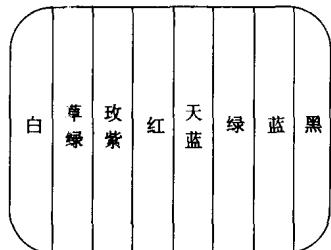

图 2-1-1 红色、绿色相互易位
彩色的观察，是在光栅和黑白图像的基础上观察鉴别色彩的正常与否，通常有下列几种：①无彩色。若天线工作正常，则其故障部位是出在彩色解码电路中。②彩色忽有忽无。此故障原因是振荡回路中的元件性能不稳，或其故障部位是 AFT 电路、ACC 电路、双稳态触发电路和色同步选通电路。③爬行(彩色横干扰)现象。其故障部位主要是在延时解调器电路(梳状滤波器)。④彩色太浓或太淡。彩色太浓或太淡，实际上是两种状态，当彩色太浓时，一般系彩色失真，常见故障原因是 ACC 失控；当彩色太淡时，通常是彩色信号被衰减的缘故。⑤彩色镶边(彩色与图像信号不同步)。此故障的部位是在亮度延时电路。⑥彩色反常，出现绿脸红头现象。这是红色、绿色相互易位故障，如图 2-1-1 所示。产生故障部位是 PAL 开关电路不能正常工作，使该倒相的 PAL 行没倒相，而不该倒相的 NTSC 行却进行倒相。造成 PAL 开关电路工作失常有两个原因：一是 PAL 识别信号相位不对；二是触发双稳态电路的行逆程脉冲的幅度不合适。⑦人的皮肤变为深绿，红色变为淡黄色，蓝色变为紫色。发生此故障的原因一为彩管栅网、阴罩和防爆钢圈等铁质部件被外界强磁化所致，造成彩色混乱；二为消磁系统发生了毛病。⑧彩色杂乱无章。发生此故障的部位是消磁电路和显像管电路。至于彩色故障中的单色、补色、偏色、色斑等现象，